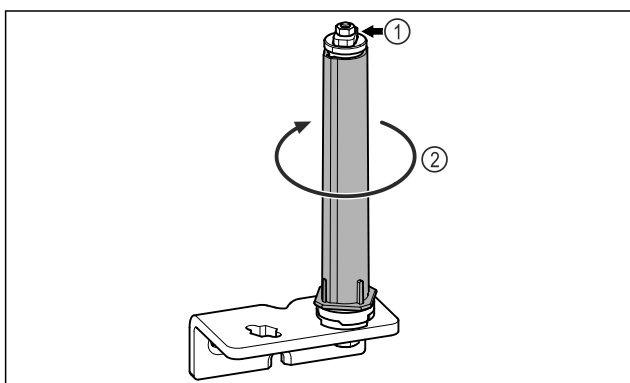

Fig. 18
- ▶ Neizjauciet durvju slēgšanas sistēmu Fig. 18 (1).
- ▶ Pagrieziet slēgšanas sistēmu Fig. 18 (2), līdz tā noklikšķ.